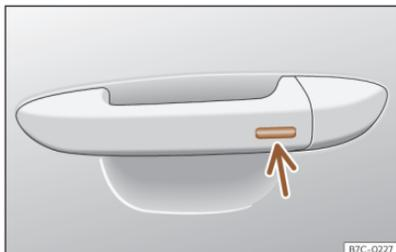

Fig. 62 Poignée de la porte : surface sensible.
- **OU** : à l'aide du système Keyless Access (verrouillage uniquement) : Appuyez un doigt pendant quelques secondes sur la surface sensible de verrouillage >>> **fig. 62** (flèche) de la poignée de porte jusqu'à ce que les vitres et le toit ouvrant se ferment. Si vous cessez de toucher la surface sensible, la fonction d'ouverture/fermeture s'interrompt.
Appuyez un doigt pendant quelques secondes sur la surface sensible de verrouillage >>> **fig. 62** (flèche) de la poignée de porte jusqu'à ce que le toit ouvrant se ferme. Si vous cessez de toucher la surface sensible, la fonction d'ouverture/fermeture s'interrompt.